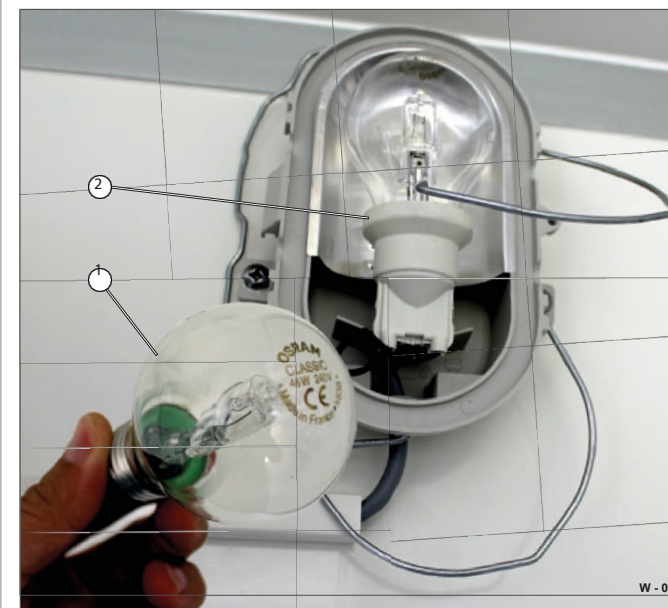

Fig. 17 Byte av glödlampa
- Skruva försiktigt ur en defekt glödlampa (Fig. 17/1).
- Skruva in en ny glödlampa av samma typ/watt helt i sockeln (Fig. 17/2).